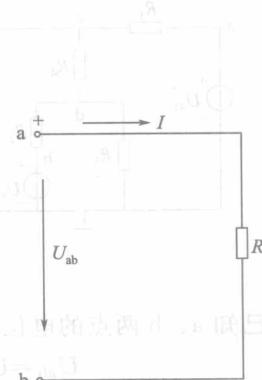

图 1-17 电压的参考方向
⑤ 电压的参考方向根据习惯可用三种方法表示，如图 1-17 所示。
c. 用双下标字母表示，图 1-17 可用 U_{ab} 表示其参考方向，第一个下标 a 表示假定的高电位点，第二个下标 b 表示假定的低电位点。